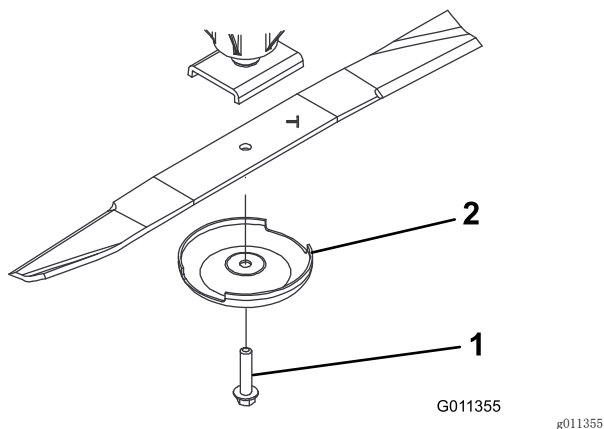

图 73
3. 卸掉刀片螺栓、防刮罩，并从铰轴上取下刀片（图 73）。